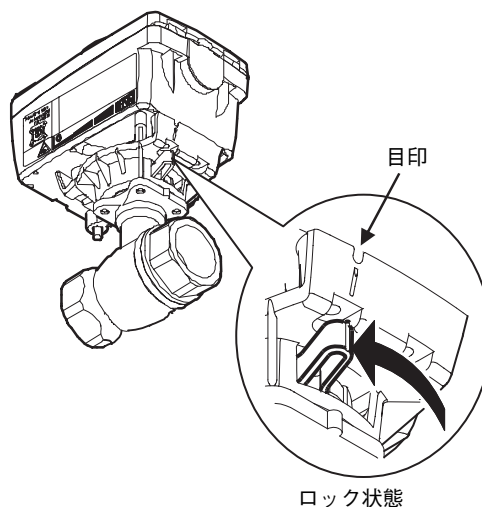

図15 ロック状態
(5) ロックレバーを図15のように左端 (目印) まで動かしてください。